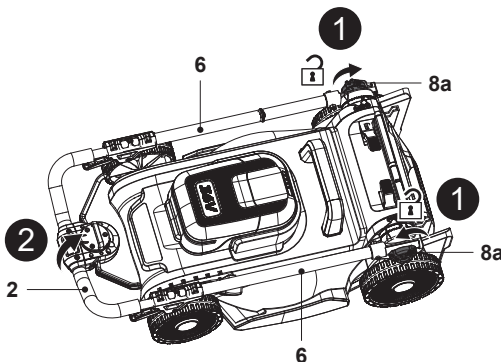

Fig. 1
2. Afloje los dos mandos de bloqueo (8a) de las barras inferiores del manillar (6) girándolos hacia la izquierda, pero no los quite del todo (Fig. 1, paso 1).
3. Sujete la empuñadura de agarre (2) con una mano y despliegue el conjunto del manillar (4, 6) (Fig. 1, paso 2).